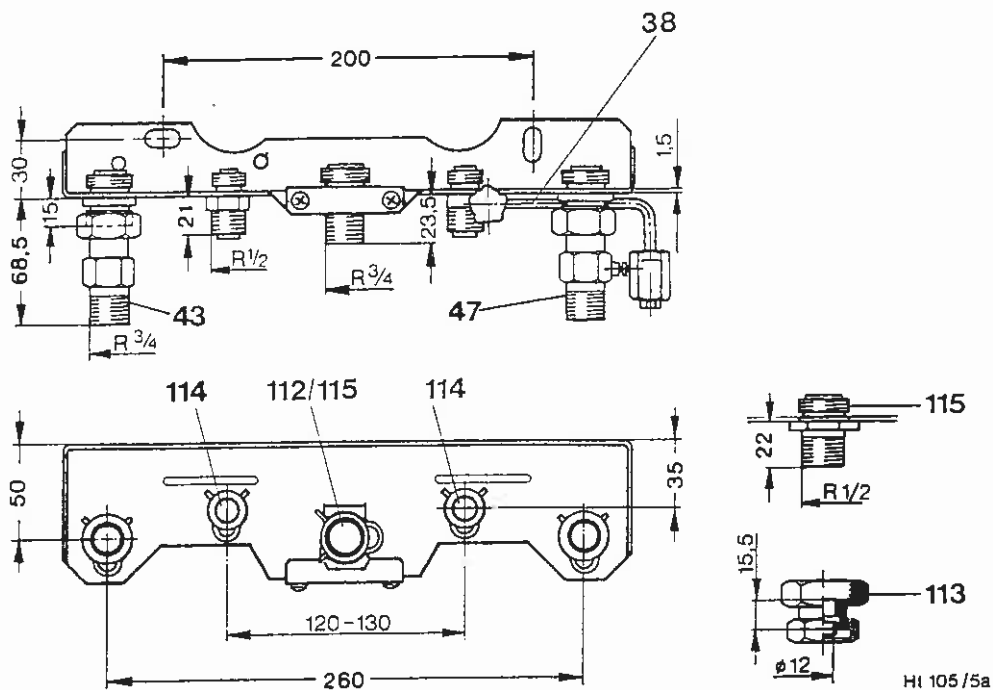

Fig. 10
Rørdimensioner iht. Gasreglementets bestemmelser. Tilslutningsnippel R 3/4" er indbygget på montering/tilslutningsplade. En medfølgende nippel R 1/2" (fig. 10, pos. 115) kan udskiftes, når fjeder og laske er løsnet. Der skal hhv. installeres en stophane eller en afspærringsventil før kedlen.
For F-gas skal der bestilles et overgangsstykke R 1/2" til Emerto 12 mm (fig. 10, pos. 113) tilbehør nr. 252.